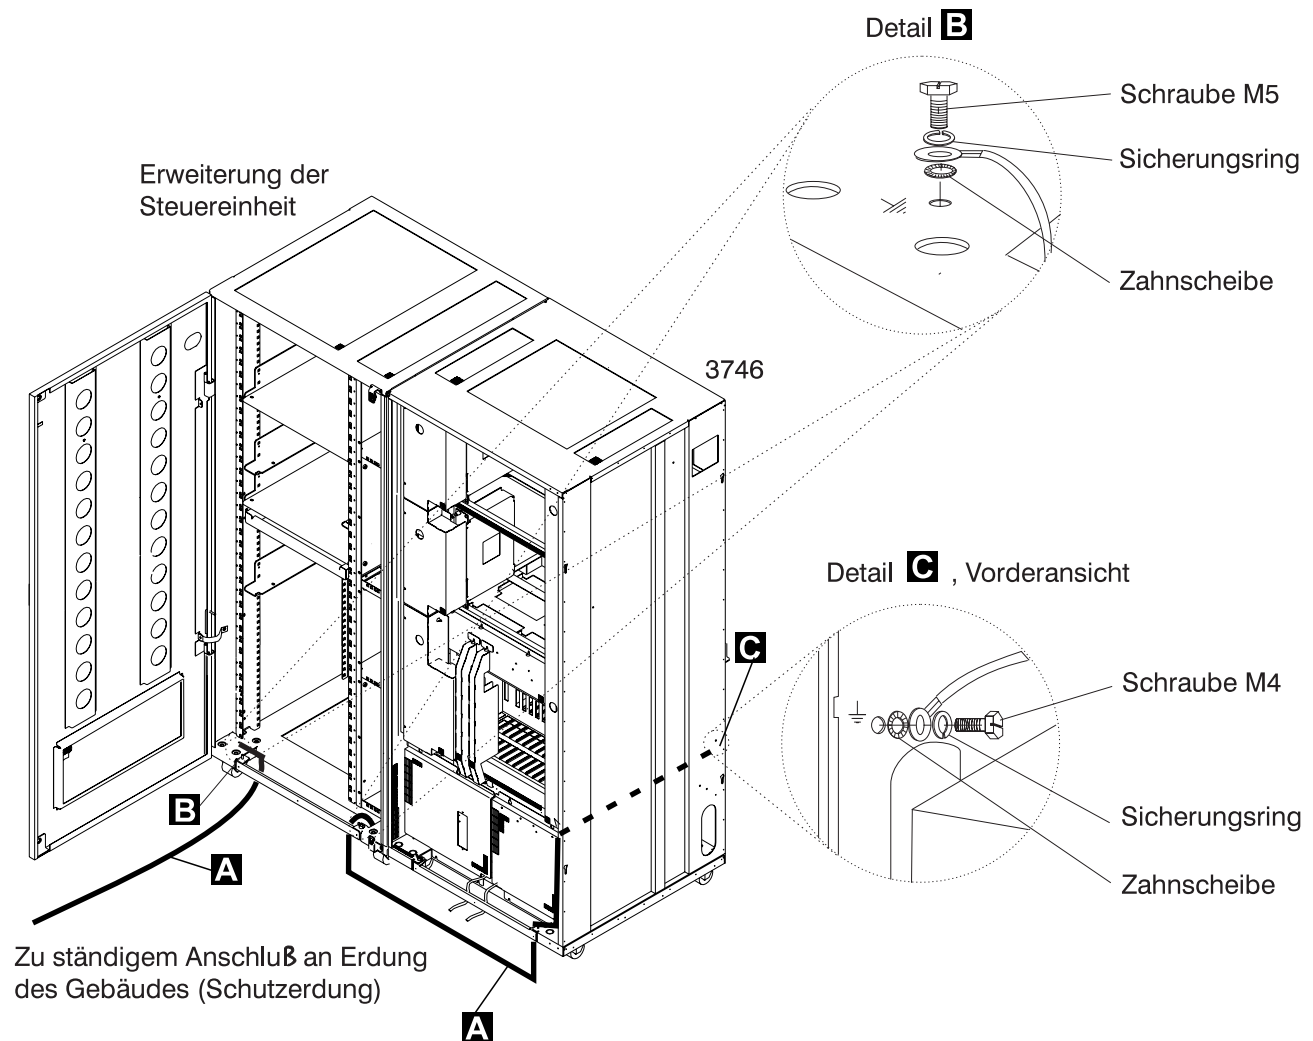
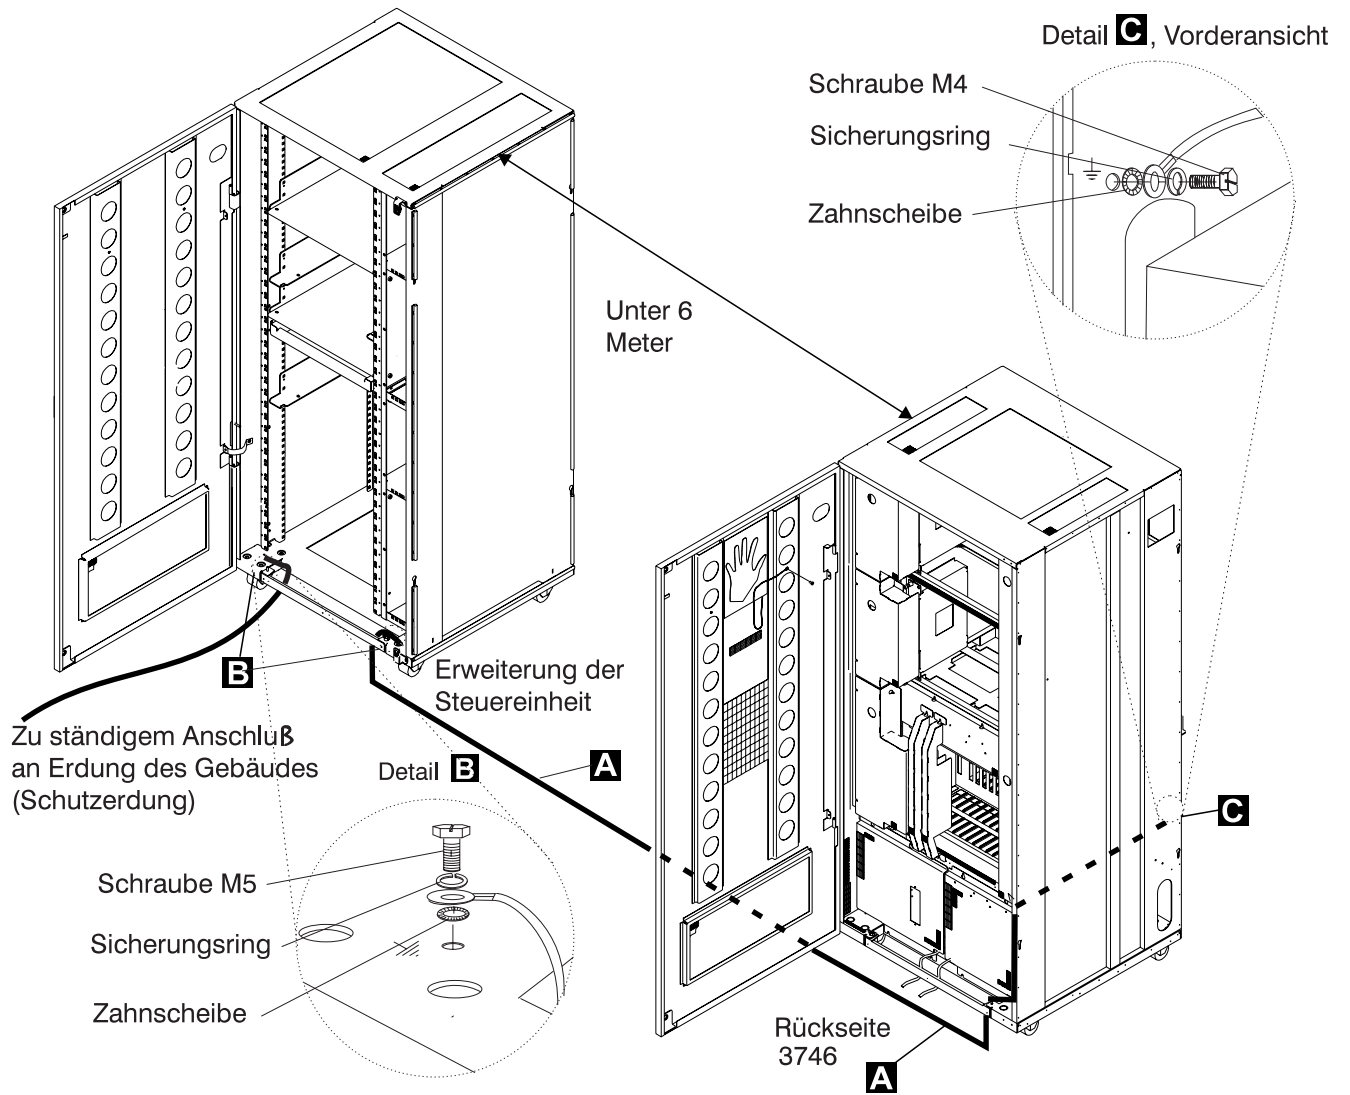
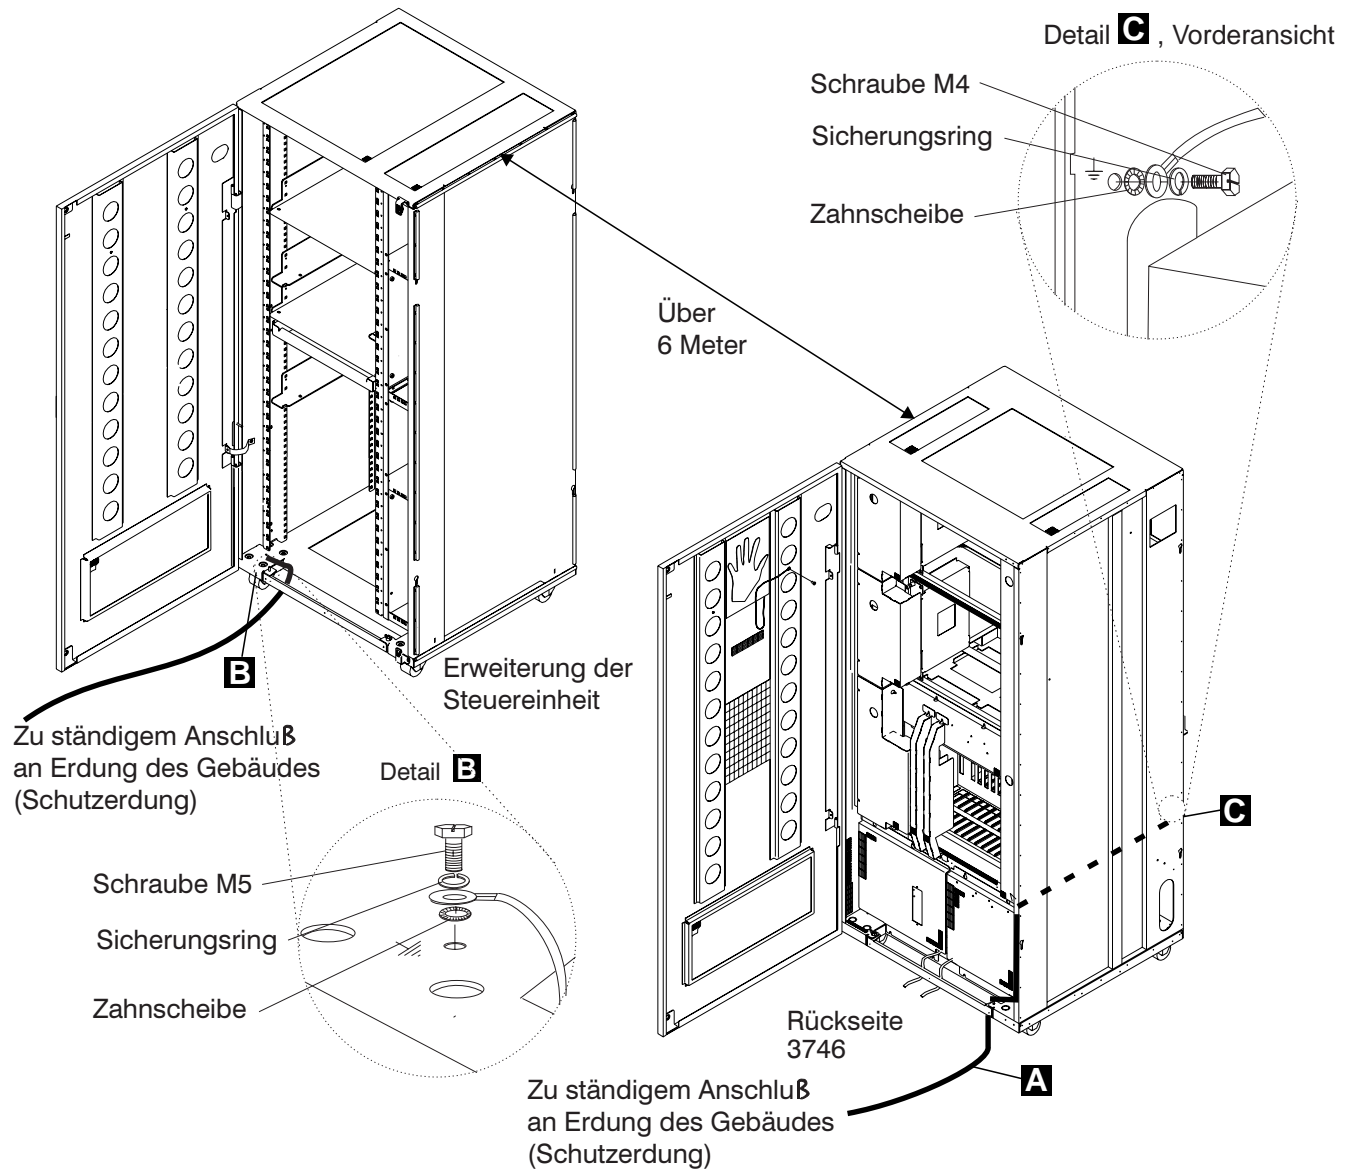

Figure 0-10. Schutzleiteranschluß zwischen Erweiterung der Steuereinheit und angeschlossenem Rahmen des 3746-950
Figure 0-11. Schutzleiteranschluß bei einem Abstand unter 6 Meter zwischen 3746-950 und Erweiterung der Steuereinheit
Figure 0-12. Schutzleiteranschluß bei einem Abstand über 6 Meter zwischen 3746-950 und Erweiterung der Steuereinheit
Netzkabel und Schutzleiter **A** am 3746-950 und an der Erweiterung der Steuereinheit nicht entfernen, damit die Erdung gewährleistet ist (siehe Figure 0-10 on page xxx, Figure 0-11 on page xxxi oder Figure 0-12 on page xxxii).
- Prüfen, ob entsprechend der Konfiguration ein Schutzleiter **A** vorhanden ist (siehe Figure 0-10 on page xxx, Figure 0-11 on page xxxi, oder Figure 0-12 on page xxxii).